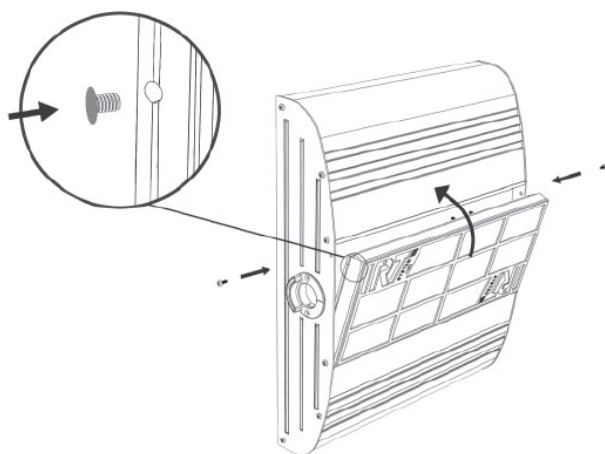

図6 フィルターの交換
4. 図6に示すように、カセットの2つのプラグ穴と反対側へ、フィルターの長い側が来るようにしてください。